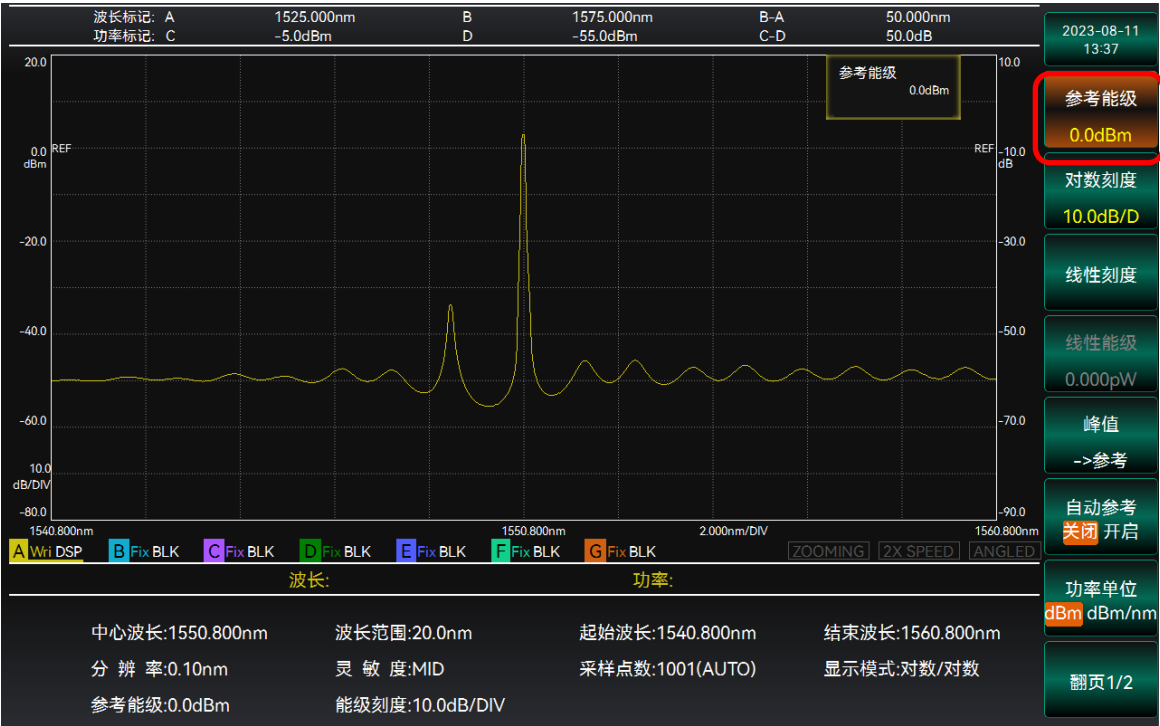

图 3.26 能级菜单界面
- 2. 选择【参考能级】，通过旋钮或者数字键输入能级值，完成设置。操作界面如图 3.26 所示。